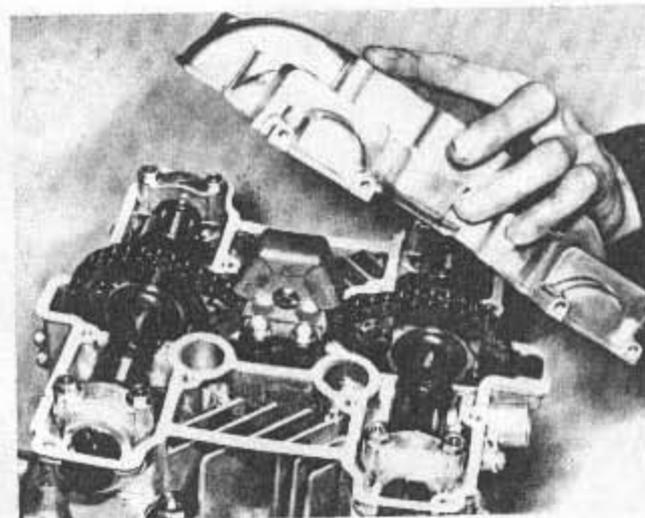
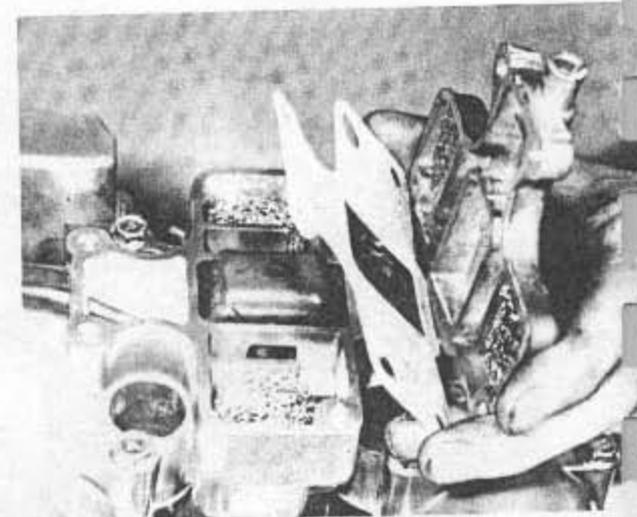

Bild 157
Bild 158
- Nachdem das Ventilspiel auf den vorgeschriebenen Wert gebracht worden ist, baue man den Zylinderkopfdeckel wieder an (Bild 157). Man vergesse die halbkreisförmigen Dichtscheiben nicht, welche an jeder Seite der Nockenwellengehäuse sitzen. Nockenwellendeckel aufsetzen und falls nötig Entlüfterdeckel montieren (Bild 158).